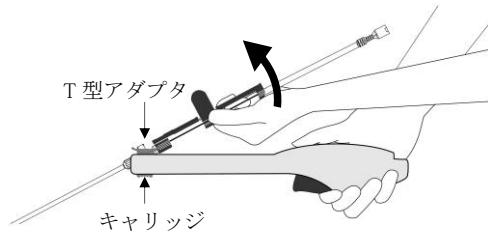

図7
- 3)さらに、T型アダプタをキャリッジから外すことで、デリバリーシステムのシャフト全体をハンドルから取り外す（図7）。